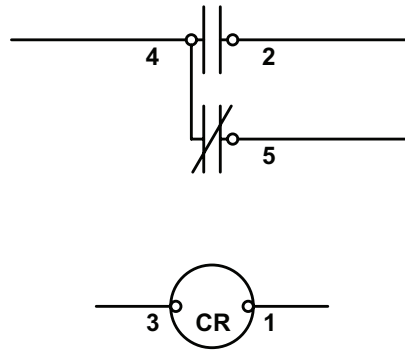
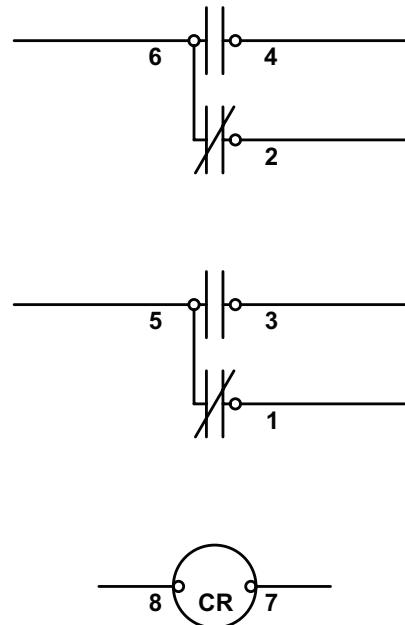

Figure 25. Schéma de câblage (kits 263527 et 263530)
Figure 26. Schéma de câblage (kits 263528 et 263529)
7. Rebranchez les fils du relais conformément à la Figure 25 ou Figure 26.